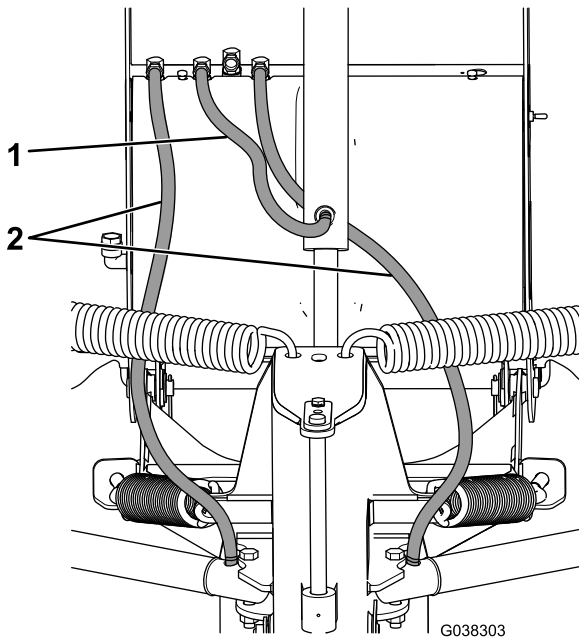

Figura 7
1. Instale un accesorio giratorio en el puerto inferior del cilindro de elevación (Figura 7).
2. Coloque la manguera hidráulica de 45 cm (18") en el accesorio medio de la plataforma hidráulica y el accesorio inferior del cilindro de elevación (Figura 7). Gire el accesorio hasta ajustarlo a mano y, luego, gírelo 2 o 3 veces más.
3. Instale el extremo con junta tórica de la manguera hidráulica de 106 cm (42") al puerto que se encuentra en el cilindro de ángulo derecho, e instale el otro extremo al accesorio derecho de la plataforma hidráulica (Figura 7). Gire el accesorio hasta ajustarlo a mano y, luego, gírelo 2 o 3 veces más.